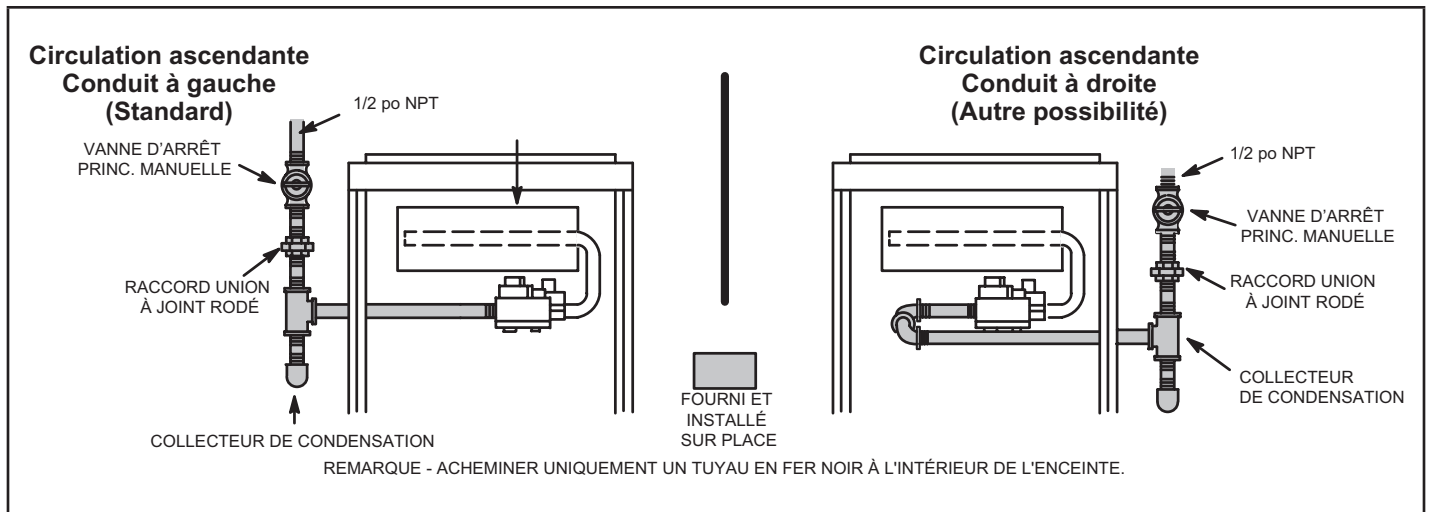
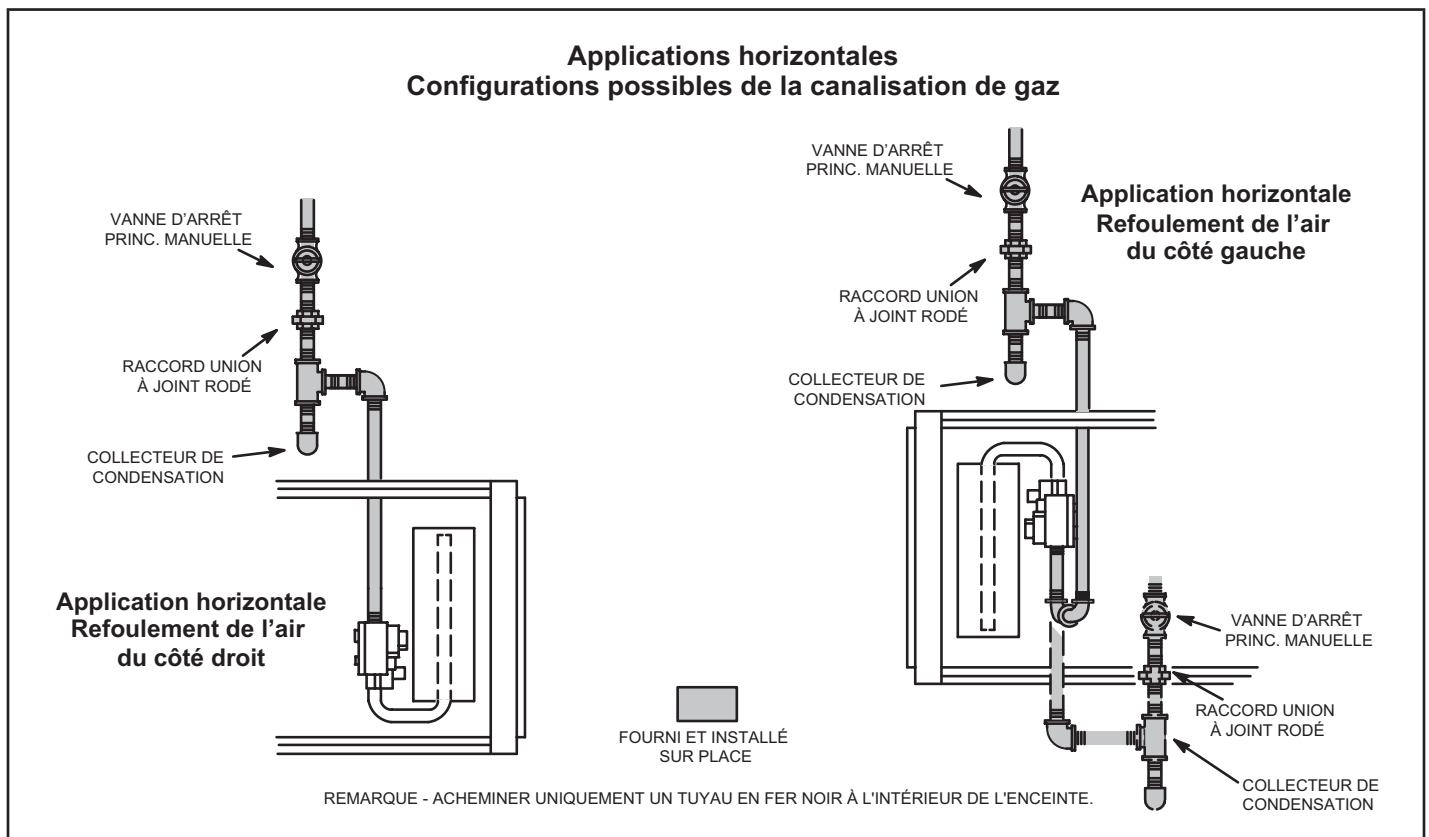

Figure 55
Figure 56
- 1 - La canalisation de gaz peut pénétrer dans l'appareil par le côté droit ou le côté gauche. La canalisation d'alimentation entre dans la vanne de gaz par le côté, comme illustré à la figure 55. Connecter la canalisation de gaz sur la vanne. La canalisation de gaz doit être serrée à un couple minimum de 350 livres et un maximum de 800 livres sur la vanne de gaz.
- 3 - La canalisation de gaz ne doit pas traverser les conduits d'aération, les chutes à linge sale, les cheminées ou conduits d'évacuation de gaz, les monte-plats ou les cages d'ascenseur. Centrer la canalisation de gaz dans l'ouverture. La canalisation de gaz ne doit pas toucher le côté de l'unité. Voir Figure 55 et Figure 56.